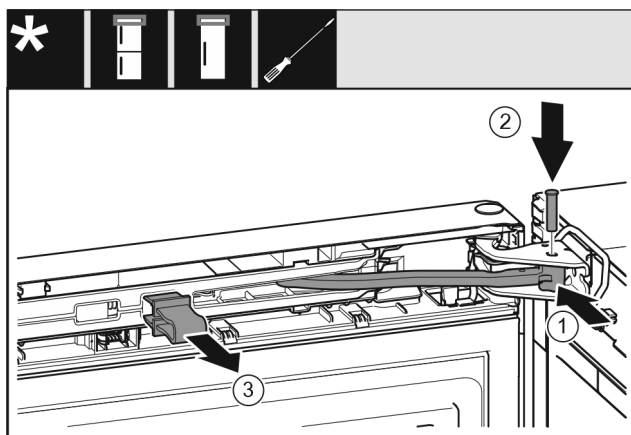

Fig. 31
- Otočte kloub Fig. 31 (1) ve stojanu ložiska.
- Vložte čep Fig. 31 (2) do stojanu ložiska a kloubu. Přitom dávejte pozor, aby byla zajišťovací váčka správně usazena v drážce.
- Pojistku Fig. 31 (3) vytáhněte.